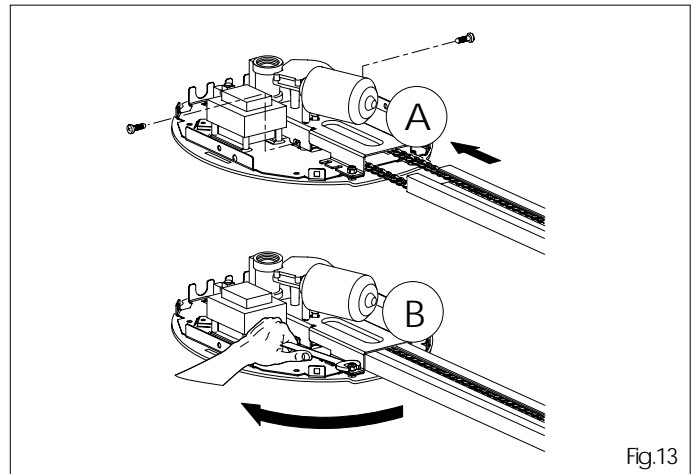

Fig.13
5.8 Riposizionare il gruppo motore sul supporto, bloccandolo con apposite viti autofilettanti (fig. 13 rif. A).
5.9 Serrare il gruppo motore con apposita chiave (fig. 13 rif. B).